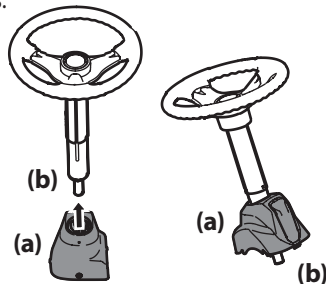

Figure 1
1. Faites glisser le capuchon sur la colonne de direction de façon que, lorsque l'arbre de direction est installé sur la tondeuse à siège, le capuchon se présente comme ci-dessous. Voir Figure 1.